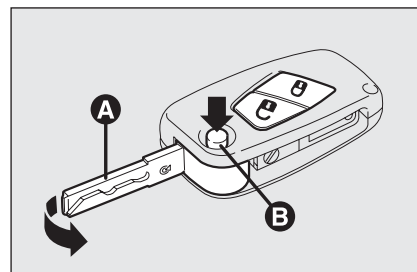
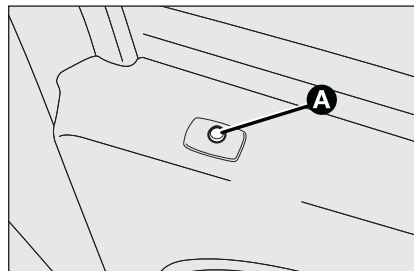

fig. 4
fig. 5
Pour extraire la pièce métallique, appuyer sur le bouton **B**-fig. 4 ou **B - fig. 5**.
- maintenir la pression sur le bouton **B - fig. 4** ou **B - fig. 5** et bouger la pièce métallique **A** ;
Signalisations DEL sur la porte coté conducteur fig. 5